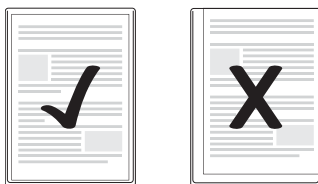

Fig. 1
- Tenga en cuenta, que todos los bordes del documento deben tener una distancia hasta el borde de la lámina de plástico de al menos dos milímetros, tal como se representa en la fig. 1.
- Tenga en cuenta, que todos los bordes del documento deben tener una distancia hasta el borde de la lámina de plástico de al menos dos milímetros, tal como se representa en la fig. 1 (véase Pág. 8).